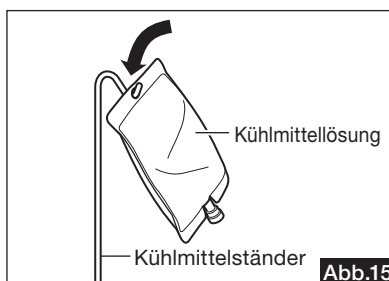

Abb.15
- 2) Hängen Sie eine Kühlmittelflasche an den Kühlmittelständer, entfernen Sie die Abdeckung der Kühlmittelschlauchnadel und führen Sie die Nadel in die Flaschenöffnung (Abb. 15).